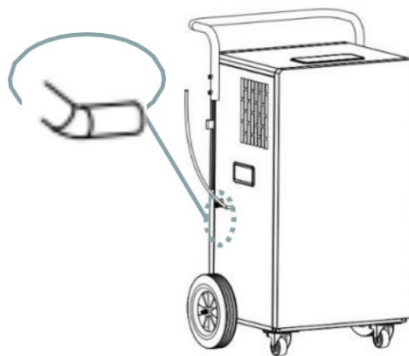

Fig. 2
3. Insérez le tuyau de drainage avec un diamètre intérieur de 5 mm dans la sortie de pompe à eau (l'accès est possible sous n'importe quel angle). Comme le montre la fig.2.